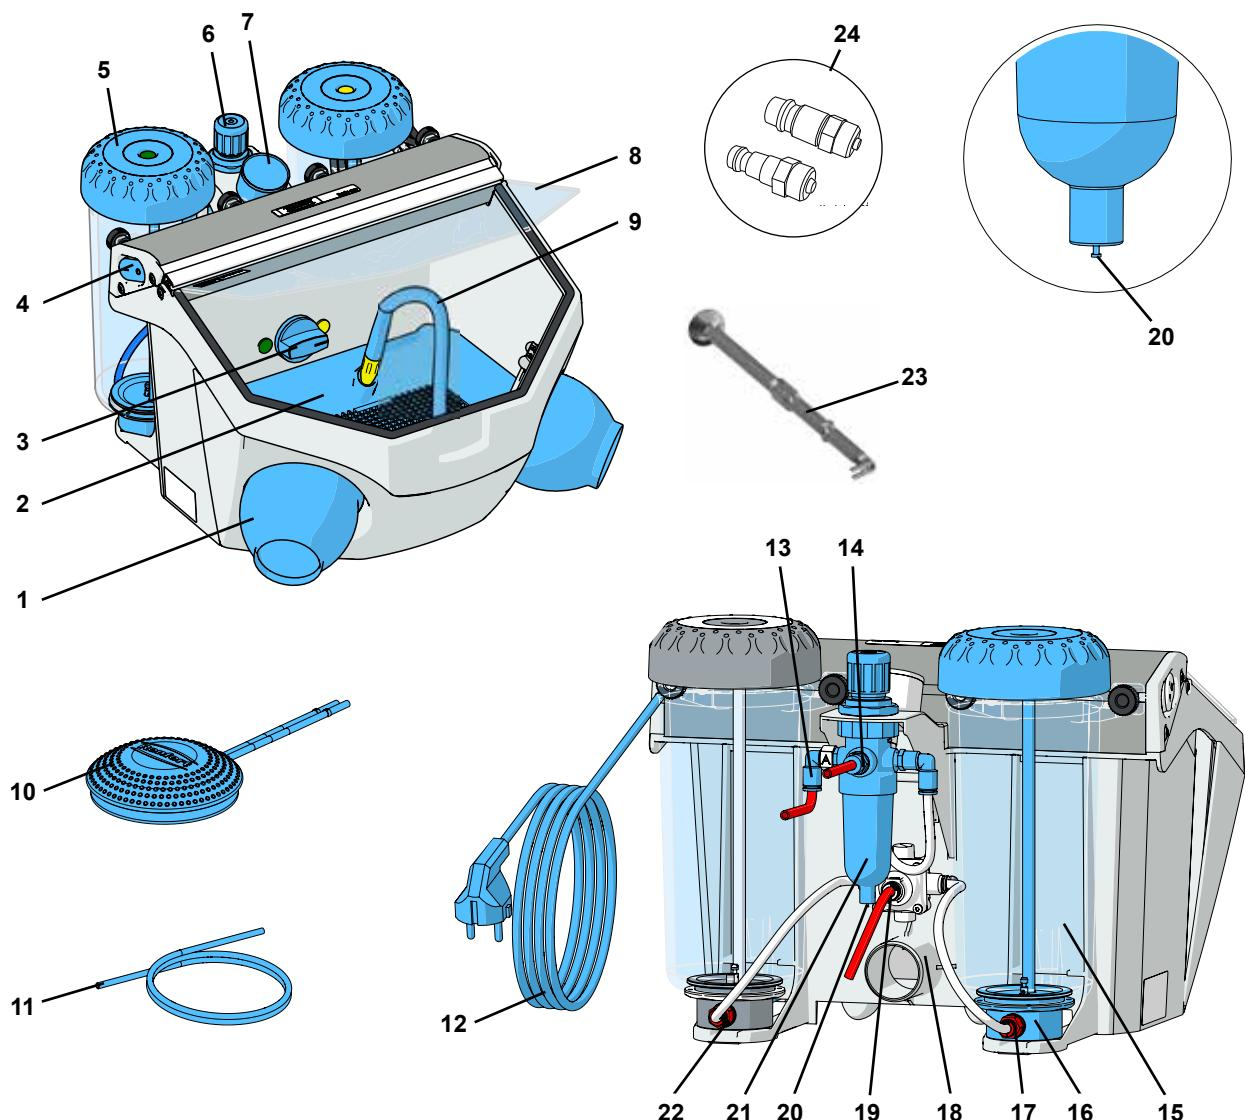

Fig. 1
- ⇒ Srotolare il cavo di rete (12, Fig. 1).